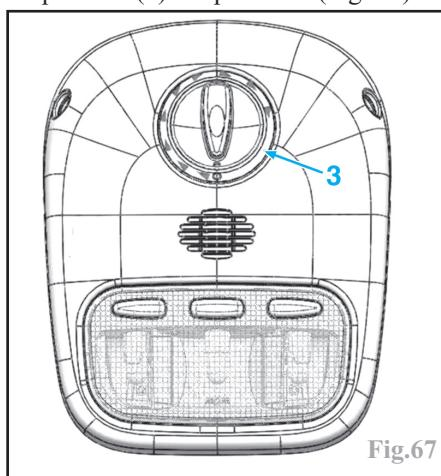

Fig.67
Rebrancher la commande de la console de pavillon (3) à 9 positions (Fig. 67).